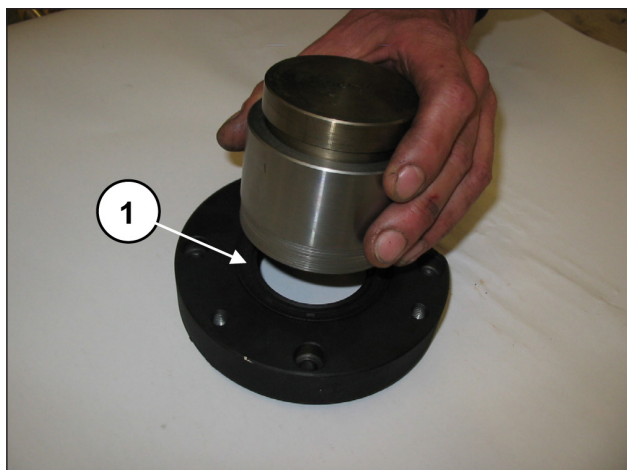

Рис. 63
Предварительно соберите правую и левую крышки подшипника BOM: вставьте радиальное уплотняющее кольцо в крышку подшипника BOM с помощью инструмента арт. 27548200 (поз. ①, Рис. 63).